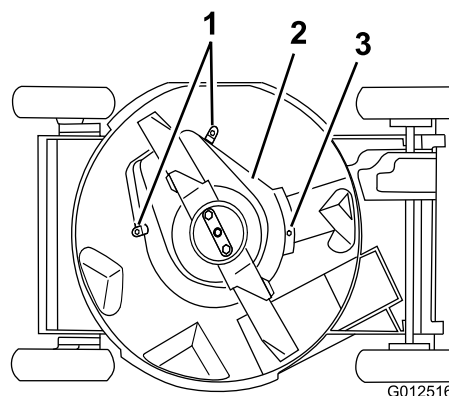

Figure 37
6. Débloquez les pattes qui fixent la protection du BBC à la tondeuse en desserrant les écrous ou les boulons sur les pattes (Figure 37). Tournez les pattes à 180° pour les écarter et permettre la dépose de la protection du débrayage de frein de lame.
7. Desserrez le boulon (Figure 37).
10. Serrez le boulon (Figure 37).